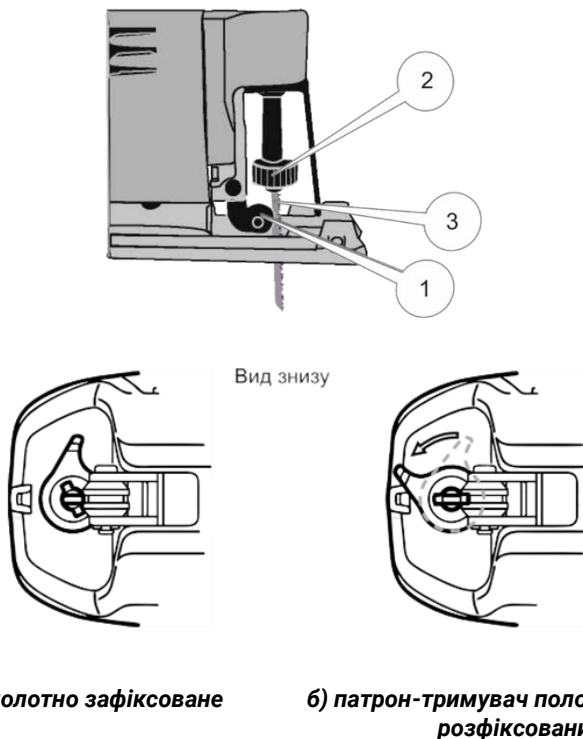

Рисунок 2. Схема перевірки рівня мастила в картері двигуна.
5.1.2 Встановлення, заміна різальних полотен (рис. 2), вказівки щодо зменшення шуму або вібрації.
2. Для встановлення полотна повернути та утримувати обойму (2, рис. 2) безключового SDS патрона-тримача проти годинникової стрілки.
3. Вставити хвостовик полотна (3, рис. 2) в гніздо патрона до упору і відпустити обойму.